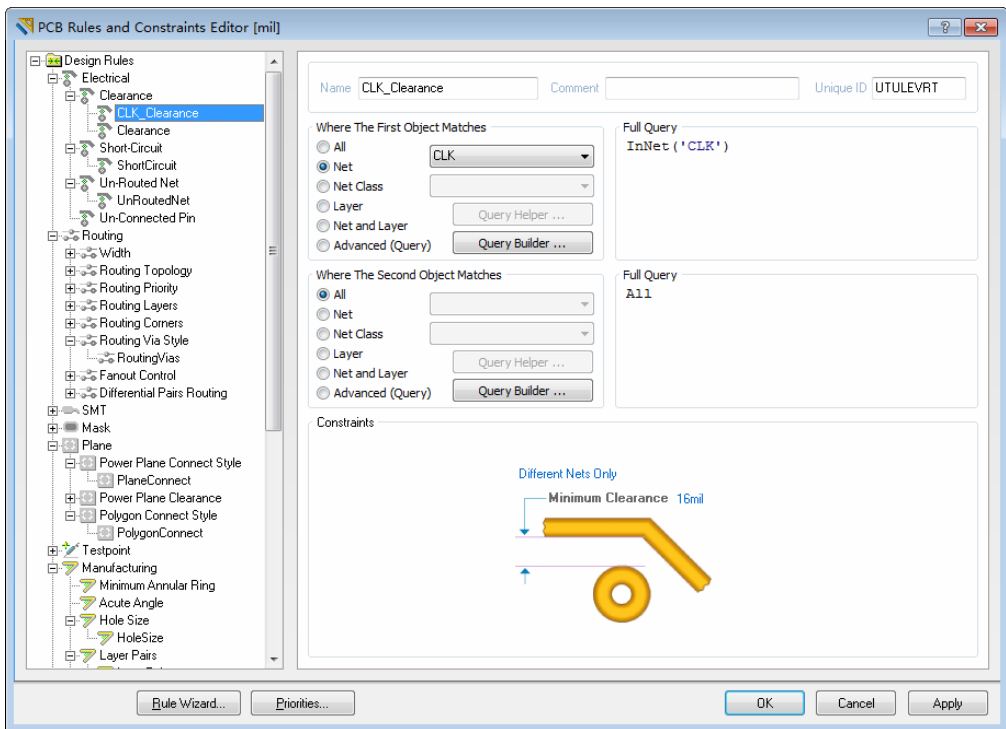

图 12-8 新建 Clearance 类设计规则
(1) 打开例 12-1 编辑的 Voltage_Meter.PrjPCB 工程，双击 Voltage_Meter.PcbDoc 文档进入 PCB 编辑环境。
(2) 执行菜单命令 Design >> Rules，打开 PCB 设计规则与约束编辑器对话框，右键单击安全间距规则 Clearance，在弹出的菜单中选择 New Rule，即可新建一个默认名称为 Clearance_1 的规则，单击该规则，对话框右侧显示其具体内容。
(3) 在 Name 文本框输入 CLK_Clearance，将设计规则改成有意义的名字。
(4) 在 Where The First Object Matches 区域，选中 Net 单选框，然后在其右边第一个下拉列表框中选择 CLK；在 Where The Second Object Matches 区域，选中 All 单选框，在 Constraints 区域，将 Minimum Clearance 设置为 16mil，如图 12-8 所示。
(5) 设置完成以后，单击对话框下方的 Priorities 按钮，弹出设计规则优先级对话框。设计规则优先级用数字表示，数字越小优先级越高，可以单击优先级对话框下方的 Increase Priority 和 Decrease Priority 按钮来增加或者降低设计规则的优先级。